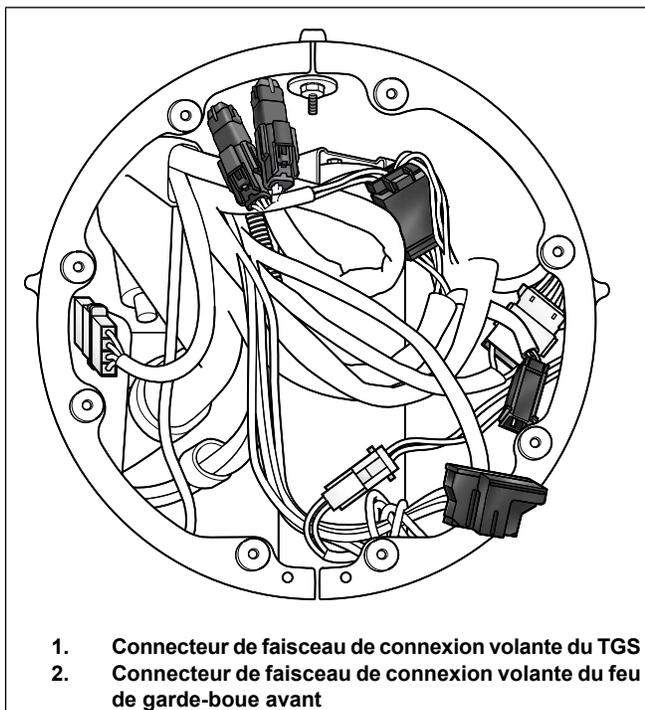

Figure 8. Câblage du phare Road King
- a. Voir la figure 8. Localiser le câblage du feu d'extrémité du garde-boue.
- a. Voir la figure 8. Localiser le câblage du feu d'extrémité de garde-boue (2).
5. Voir la figure 8. Connecter la moitié du connecteur TGS de la poignée droite à la moitié du connecteur du faisceau (1).